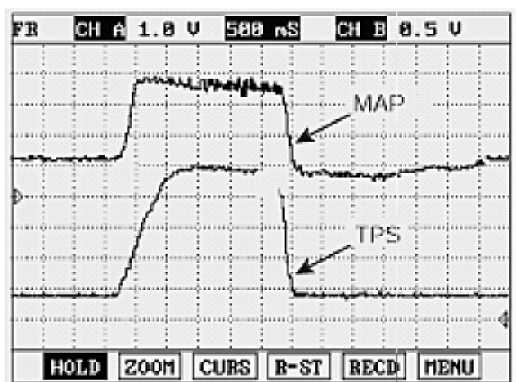

图 5-99 MAP 信号与 TPS 信号标准波形
① 点火开关置 OFF 位置。
② 将 MAP 的信号端子和 TPS 的信号端子连接到示波器。
③ 暖机至正常工作温度。
④ 通过踩下和释放加速踏板测量 MAP 和 TPS 的信号波形。如图 5-99 所示, 规定值 MAP 信号应与 TPS 信号成正比。加速期间, MAP 输出电压增加; 减速期间, MAP 输出电压减少。波形是否符合规定值?